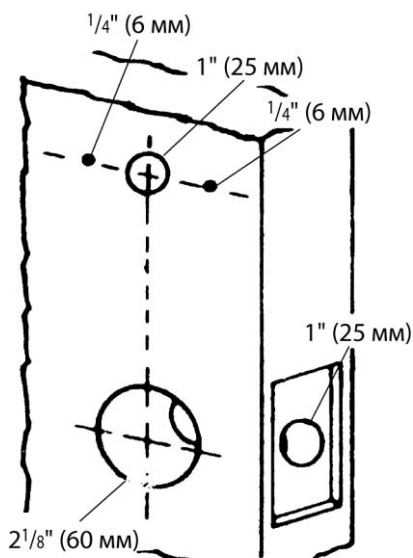

Рис. 8.4. Просверливание отверстий в двери (С разрешения компании Simplex Access Controls Corp.)
3. С помощью пилы с направляющим сверлом прорезать отверстие диаметром $2\frac{1}{8}$ дюйма (54 мм) и два отверстия диаметром 1 дюйм (25 мм). Для сверления отверстий диаметром $\frac{1}{4}$ дюйма (6 мм) подойдут стандартные сверла (рис. 8.4).